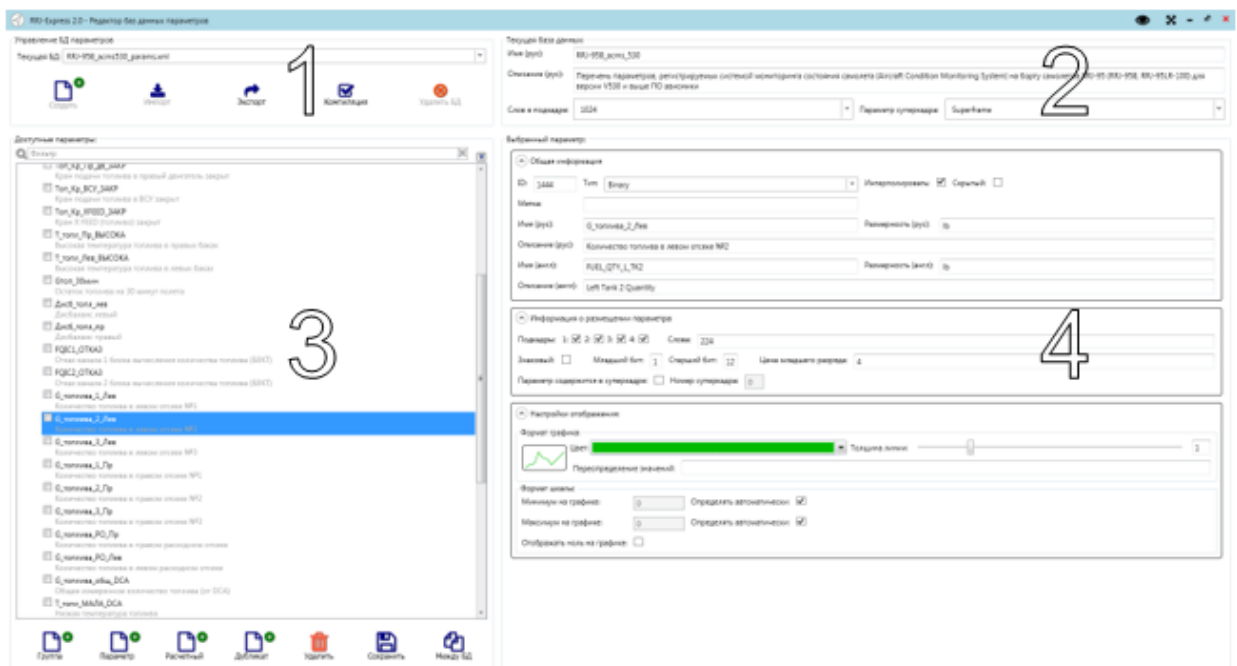

Рисунок 3.1 – Окно «Редактор баз данных параметров»
Запуск редактора БД осуществляется нажатием на кнопку **Редактор БД параметров** в главном окне программы (Рисунок 1.2), после чего откроется окно «Редактор баз данных параметров» (Рисунок 3.1).
- Для регистрируемых параметров (Рисунок 3.1):
Для редактирования атрибутов существующих параметров выберите параметр из перечня, расположенного в поле 3 окна «Редактор баз данных параметров» (Рисунок 3.1). Его атрибуты будут отображены в соответствующих секторах в поле 4. Внесите все необходимые изменения. Для сохранения новых атрибутов параметра нажмите на кнопку **Сохранить**.